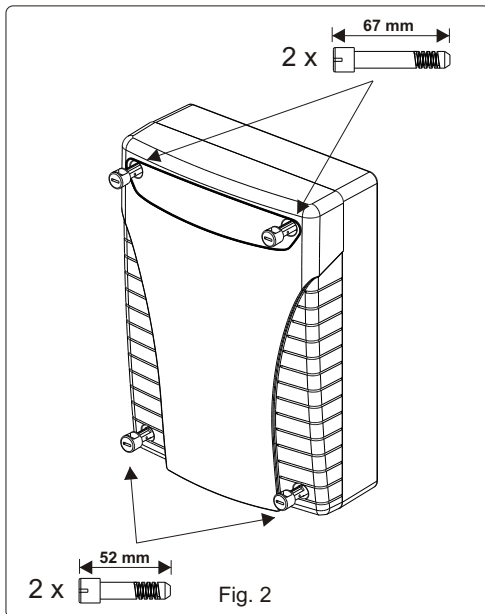

Fig. 2
- 2) Dévissez les 4 vis du couvercle et vérifiez le bon état de la carte électronique (Fig.2)